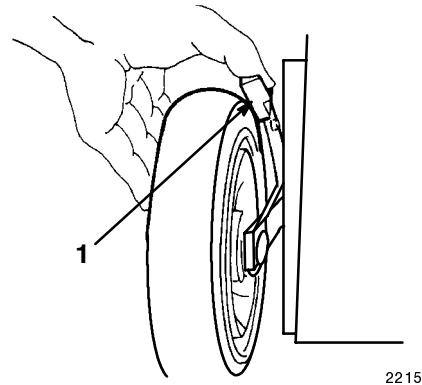

Figure 17
2. Pour faciliter le réglage, soulever le carter de manière à ce que les roues ne touchent plus le sol. **Ne jamais placer les doigts sous le carter pour soulever la tondeuse.** Serrer le levier de hauteur de coupe contre la roue et l'amener dans la position voulue (Fig. 17). Vérifier que l'ergot du levier est bien engagé dans l'encoche du carter de tondeuse. Régler toutes les roues à la même hauteur de coupe.